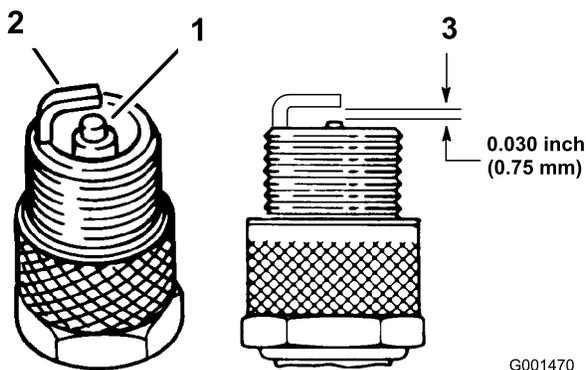

Рисунок 39
1. Осмотрите сердцевину свечи зажигания (Рисунок 39). Если вы видите на изоляторе светло-коричневый или серый налет, то двигатель работает должным образом. Черный налет на изоляторе обычно означает, что загрязнен воздухоочиститель.
3. Проверьте зазор между центральным и боковым электродами (Рисунок 39).
**Примечание:** Если зазор неправильный, отогните боковой электрод (Рисунок 39).
3. Присоедините провод к свече зажигания (Рисунок 39).